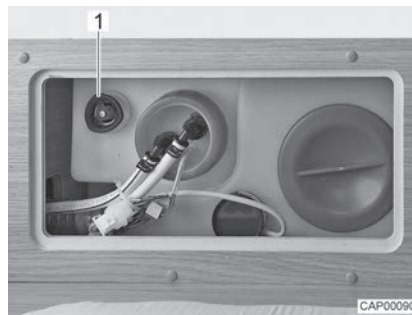

Fig. 141 Depósito de agua con tirador giratorio
- Girar el tirador giratorio (Fig. 141,1) sobre el depósito de agua en sentido de las agujas del reloj, hasta el tope.
- Girar el tirador giratorio (Fig. 141,1) sobre el depósito de agua en sentido contrario a las agujas del reloj, hasta sentir resistencia. El agua se saldrá hasta aprox. 20 litros.